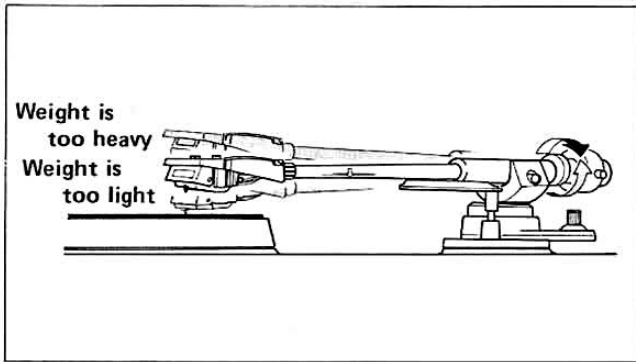
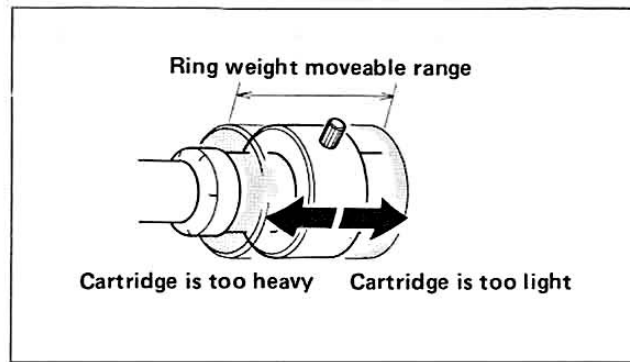

Fig. 9
Fig. 10
5. Turn the main weight right or left so that the tone arm is balanced. If turning the main weight does not balance the tone arm as shown in fig. 9, the tone arm may be balanced by moving the ring weight forward or backward (fig. 10).
5. Den Feineinstellring im bzw. gegen den Uhrzeigersinn drehen, bis der Tonarm ausbalanciert ist. Wenn sich der Tonarm durch Drehen der Feineinstellung nicht ausbalancieren läÙt wie in fig. 9 gezeigt, dann läÙt sich das durch Verschieben des Ringgewichts nach vorne bzw. hinten erreichen (fig. 10).
5. Tourner le contrepoids principal à droite ou à gauche de façon que le bras acoustique soit équilibré. Si en tournant le contrepoids principal, cela n'équilibre pas le bras acoustique comme montré à la fig. 9, le bras acoustique pourra être équilibré en déplaçant le contrepoids annulaire vers l'avant ou l'arrière (fig. 10).
5. Ruotare il peso principale a destra o a sinistra fino a che il braccetto sia bilanciato. Se la rotazione del peso principale non riesce a bilanciare il braccetto come in fig. 9, il bilanciamento può essere effettuato mediante lo spostamento dell'anello in avanti o in dietro (fig. 10).